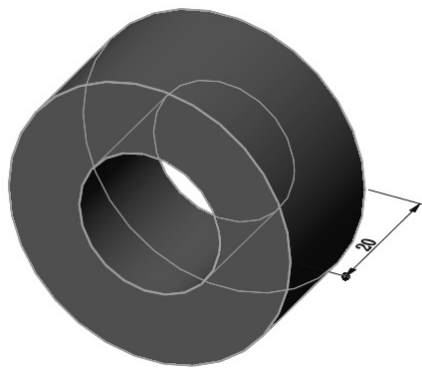

图 5-2 选择拉伸特征
- [3] 单击实体模型,选择拉伸特征,如图 5-2 所示。